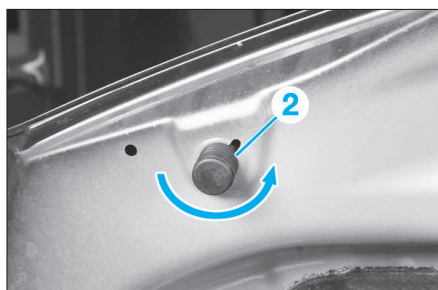

FIG. 21
- Régler les jeux et affleurements à l'aide de la butée de réglage (2) (Fig.21).